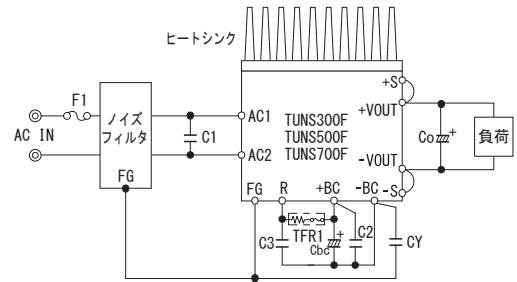

図2.1 標準接続方法
■TUNSシリーズを使用するためには、図2.1の接続と表2.1の外付け部品が必要です。
- 本電源はノイズフィルタを内蔵していません。入力ラインへの帰還ノイズ低減、電源の安定動作のために、ノイズフィルタ、接地コンデンサCYを接続してください(図2.1)。
- 出力安定度向上のために、出力側+VOUTと-VOUT間にコンデンサCoを接続してください(図2.1)。推奨容量を表3.3に示します。